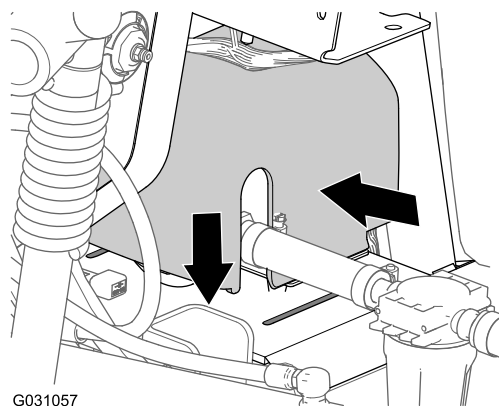

Figura 187
2. Allineate la copertura della pompa di lavaggio sulla piastra a sella per la pompa di lavaggio (Figura 187).
3. Premete insieme i lati della copertura della pompa di lavaggio e allineate le alette della copertura con la piastra a sella (Figura 187).
4. Inserite le alette nelle scanalature e rilasciate i lati della copertura (Figura 187).